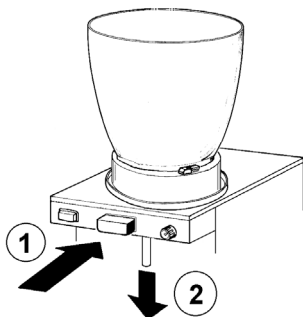

figura 1
3 Premere (1) il tasto di comando rubinetetto e sfilare (2) il gommino rubinetetto dalla sua sede tirandolo verso il basso (vedere figura 1).